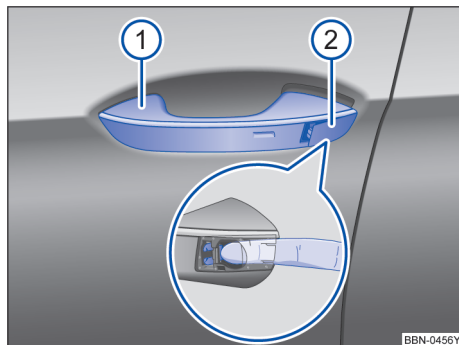

图 53 取下在驾驶员车门内车门锁的盖罩
- 门把手打开到最大位置→图 53①。
- 手指按压金属片，金属片脱扣，取下盖罩→图 53②。